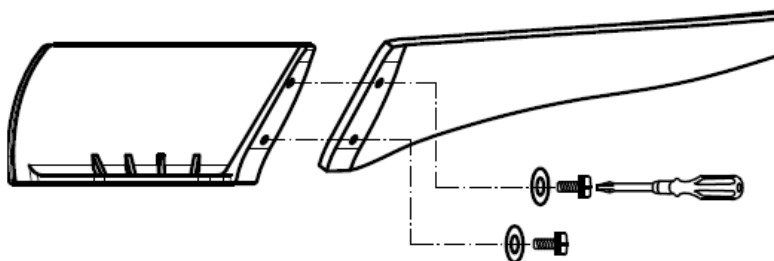

Fig. 7
- Fissare la pala al porta-pala serrando le 2 viti per pala con rondella. Fig.7